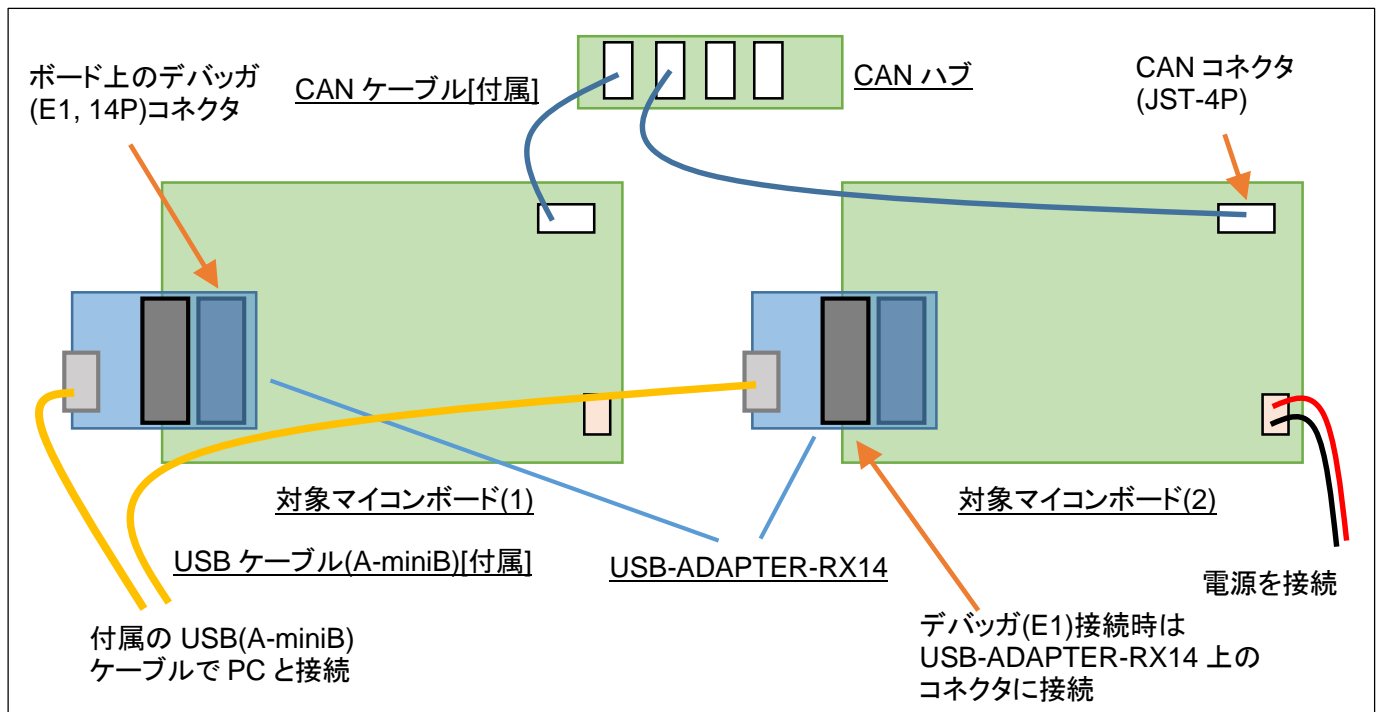

図 3-1 キット接続形態(1)
CAN スタータキット RXV2 を動作させる場合の接続形態のイメージを図 3-1 に示します。2 台のマイコンボードは、表 1-1 に記載のあるボードの中から (3 台以上でも可、組み合わせは自由) 選んで接続してください。
- ・SmartRX!!!マイコンボード上には、USB シリアル変換回路が搭載されているので、直接 PC と接続するというのが、図 3-1 との相違点となります。